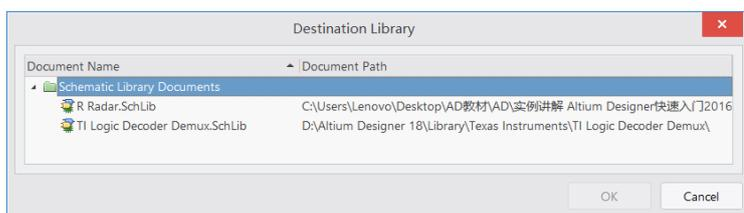

图 5-32 【Destination Library】对话框
(6) 选中库元件 SN74LS138N, 执行【工具】|【复制器件】命令, 则系统弹出【Destination Library】对话框, 如图 5-32 所示。